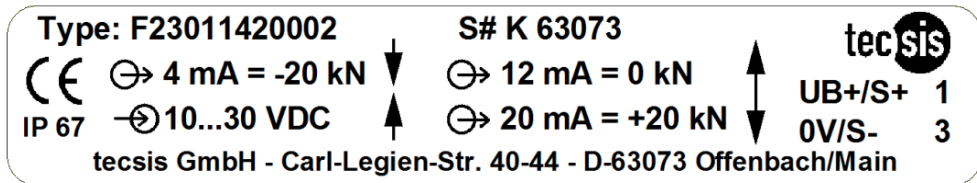

Abb. 1 Beispiel: Typenschild Standardversion – 1 x Anschlussstecker
- Das Ausgangssignal ist auf dem Typenschild (Abb. 1 bis 3, S. 10) vermerkt.
Die Anschlussbelegung des Steckers oder des Kabels sind dem Typenschild (Abb. 1 bis 3, S. 10) zu entnehmen. Wenn nicht anders vereinbart finden standardmäßig folgende Belegung Anwendung.